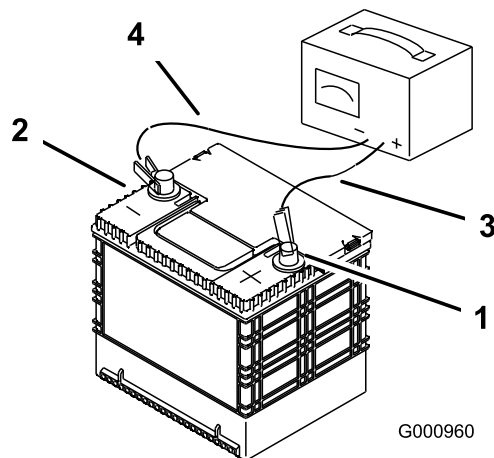

Figura 48
2. Cuando la batería esté completamente cargada, desconecte el cargador de la toma de electricidad, luego desconecte los cables del cargador de los bornes de la batería (Figura 48).